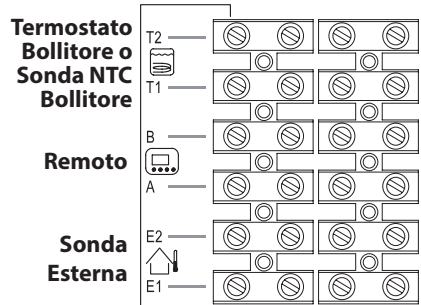

Figura 5.27
Per il collegamento del remoto servirsi dei morsetti indicati in Figura 5.27.
- Collegare ai morsetti **T1** e **T2** della morsettiera i due conduttori elettrici come indicato in Figura 5.27.